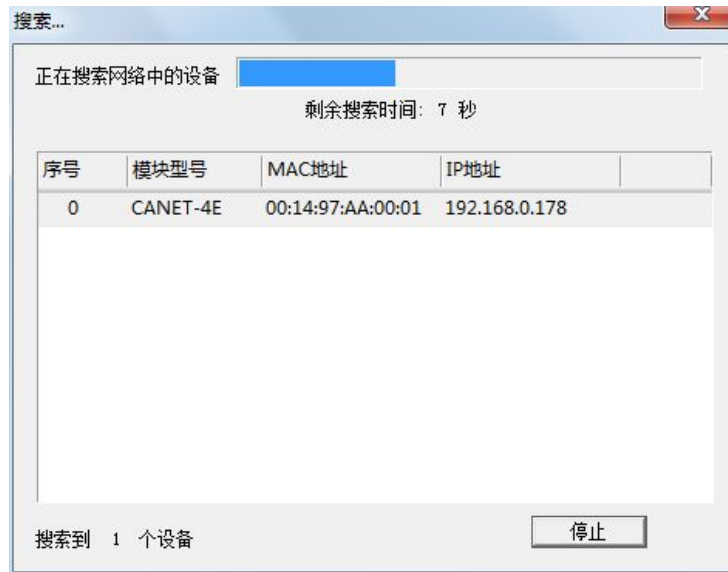

图 4.2 ZNetCom 软件搜索设备
5. 单击  搜索设备 出现如图 4.2 所示界面，可以获知设备 IP 地址。